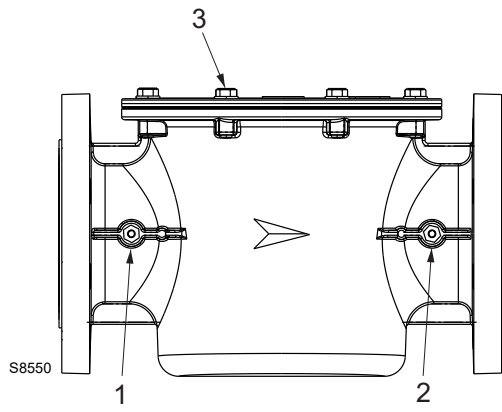

Abb. 13
Den Filtereinsatz austauschen, wenn der Druck Δp zwischen den Druckentnahmestellen 1) und 2)(Abb. 13) höher als 10 mbar beträgt.
- Die Schrauben des Deckels 3)(Abb. 13) abschrauben und eine sorgfältige Reinigung des Filterraumes durchführen;